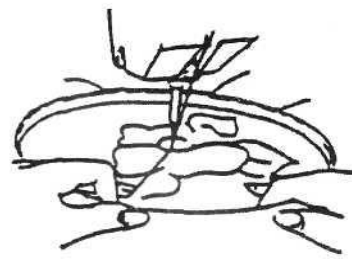

Рисунок 16
3. Убедись в том, что ткань сильно натянута по рамке для вышивки. Иначе, начнёт перескакивать игла, будет вызвано нарушение движения нитей и ткани (см. рисунок 16).
Отрегулируйте натянутость поверхностных стежков и стежков основания так, чтобы это было в наилучшей степени (см. рисунок 16). Так, чтобы катушка поверхностных стежков и стежков основания могла быть зажата между двумя слоями материала, и все строчки также не должны быть слишком натянуты или слишком свободны на материале, который будет вышит.